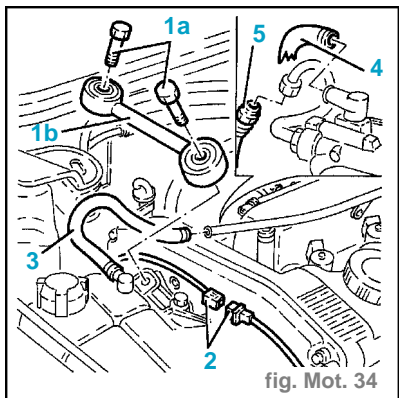

fig. Mot. 34
- Dévisser les vis (1a) et déposer le tirant de réaction du groupe motopropulseur (1b). (fig. Mot.34)